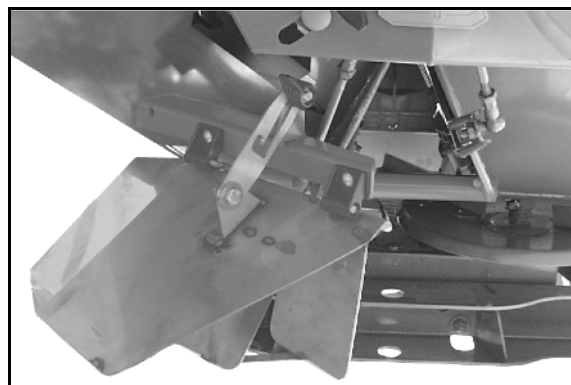
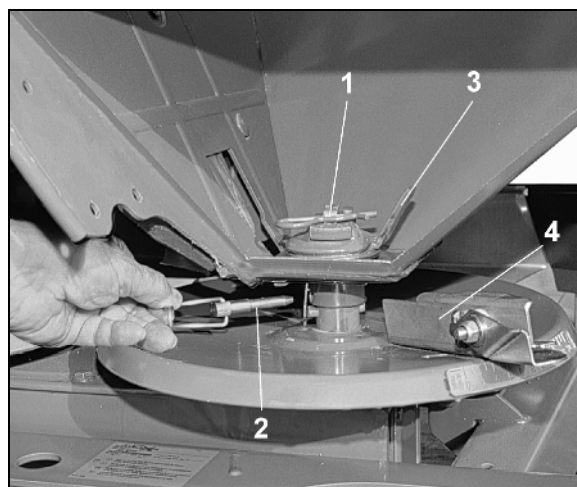

図 87
図 88
- 左側のシャッター (図 87/1) を閉じます。
2. 蝶ナット (図 87/2) を外します。
3. 境界散布デフレクター (図 87/3) は運転停止位置から下側の運転位置 (図 88) へ旋回させます。
4. 蝶ナット (図 87/2) を締め付けます。